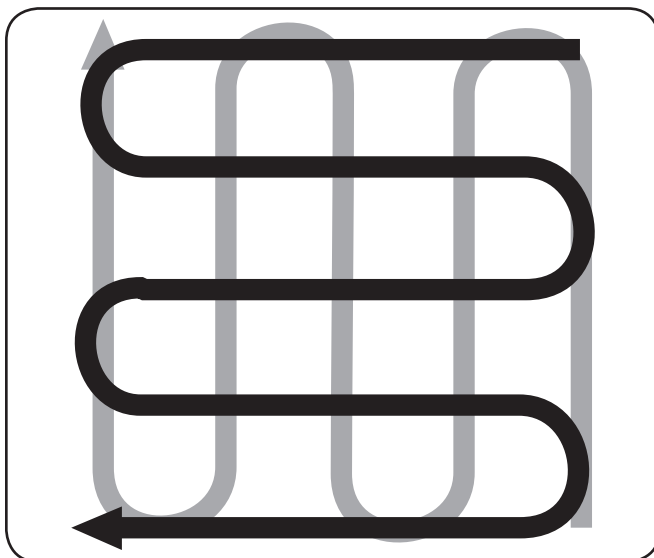

Figure 5-6
- Lorsque vous avez terminé de labourer dans un sens, effectuez un deuxième passage à un angle droit. Voir Figure 5-6. Chevauchez chaque passage pour de meilleurs résultats. Si le sol est très dur, il peut être nécessaire de passer trois ou quatre fois sur la même rangée pour ameublir le sol.